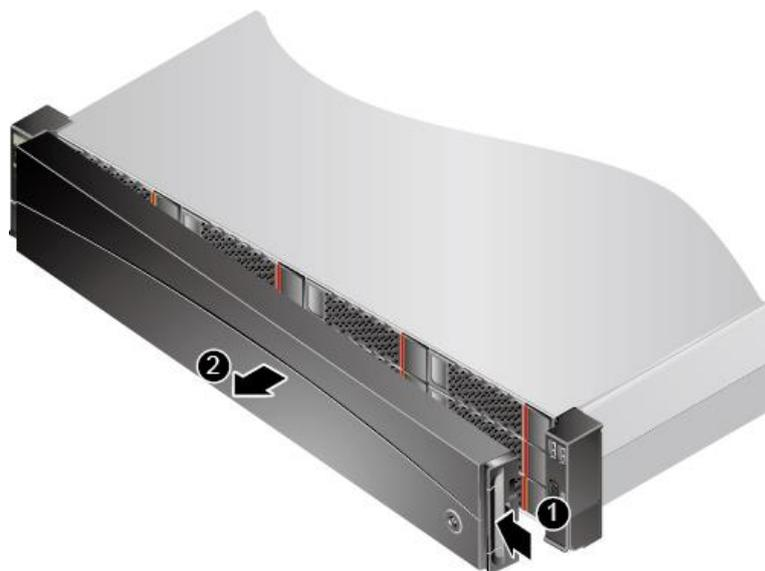

图 5-2 取出安全面板
3. 按下按钮，将安全面板取出，如图 5-2 中①、②所示。